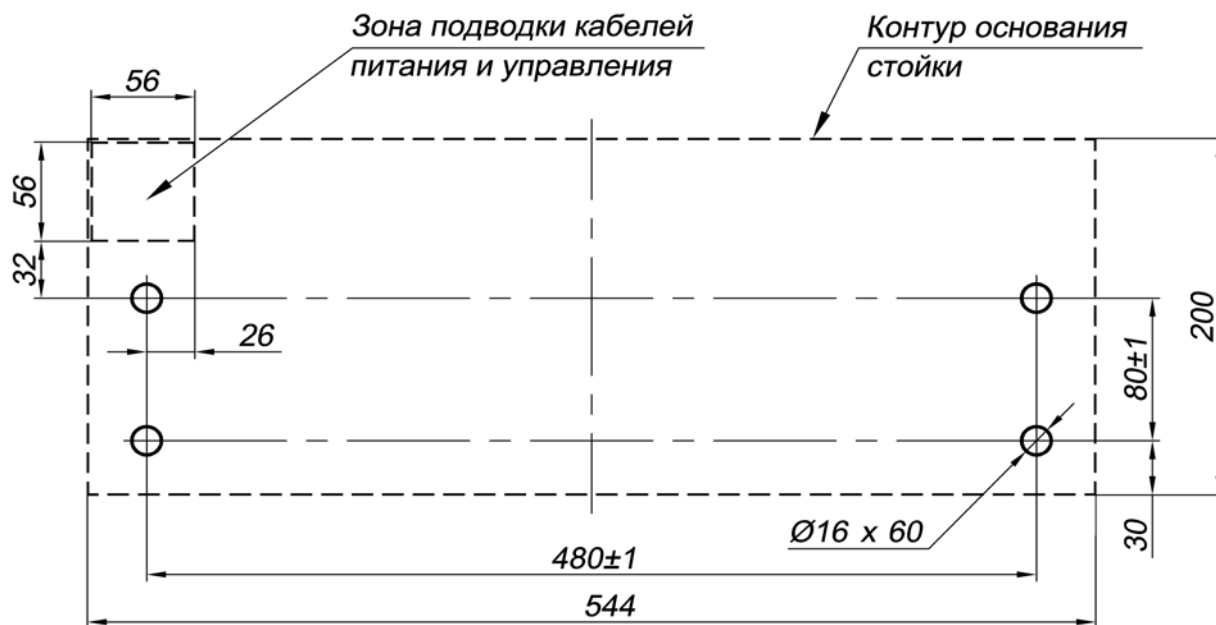

Рисунок 6 Схема разметки для установки стойки ЭП
- производить разметку установочных отверстий в соответствии с рис. 6;